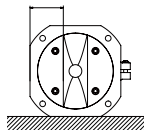

図 5
1. 置く位置と方向を決めて、フランジを付属の木ネジ 2 本で軽く固定します (図 5)。なお、キャビネット上部に直接木ネジの穴を開けたくないときには別に底板 (7 cm × 10 cm、t=12 mm 程度) を用意し同じ方法で取付けてください。底板は滑り落ちないようにキャビネットに固定してください。